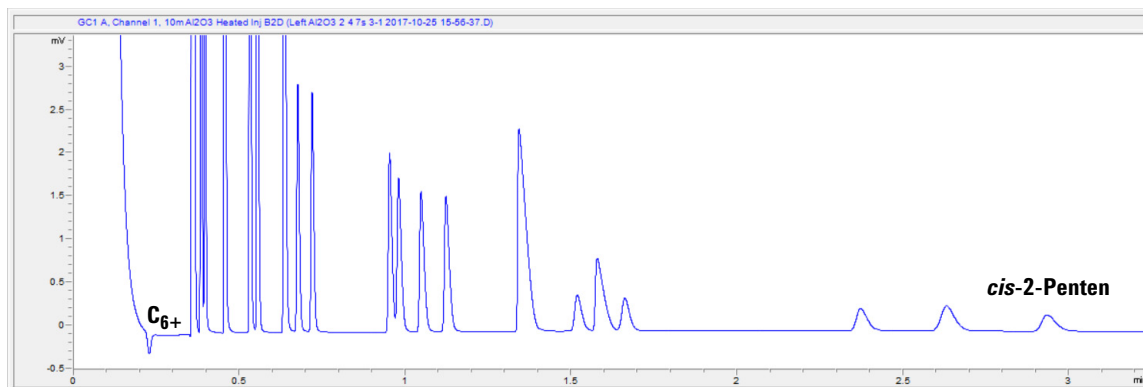

Abb.39 10 m Al₂O₃-Säule für die Raffineriegas-Analyse.
- 1 Die Rückspülzeit auf 0 s einstellen. Eine Analyse starten, um die Peaks aller eluierten Komponenten zu erhalten. Die Retentionszeit (RT) von *cis*-2-Penten und *n*-Hexan aufzeichnen.
- 4 Einen Feinabgleich der BF-Dauer bis zu dem Datenpunkt des Auftretens des *n*-Hexan-Peaks durchführen. Die BF-Dauer in Schritten von jeweils 0,1 s verringern und eine Analyse starten, bis der Peak verschwindet (Peakhöhe < 3 μ V). Die BF-Dauer für diesen Kanal auf diesen Wert minus 0,4 s einstellen. Eine typische „saubere“ Zeitdauer beträgt mit dem 10m Al₂O₃ BF2D-Kanal ungefähr 1-2 s (siehe Abbildung 39 auf Seite 85).